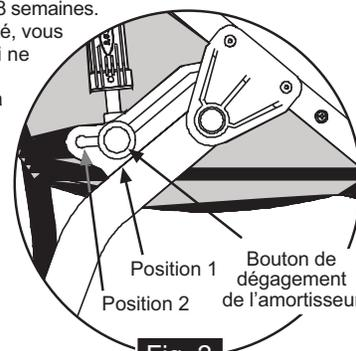
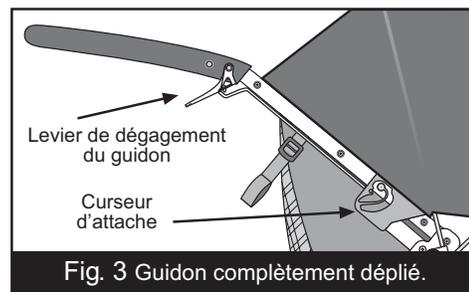
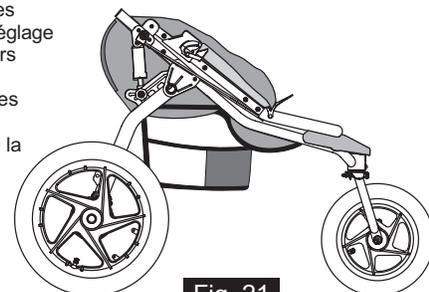
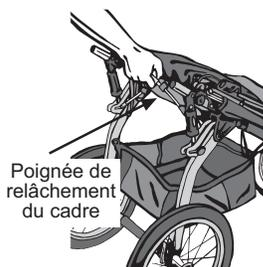

Fig. 2
Fig. 3 Guidon complètement déplié.
Fig. 21
Fig. 22
Faites tourner le bras pivotant de l'avant de la poussette jusqu'à ce que les amortisseurs se mettent en première position (Fig. 2). Chaque goupille d'arrêt produit un bruit de « dé clic » lorsque l'amortisseur se place dans cette position.
Faites tourner le guidon de la poussette jusqu'en position d'ouverture totale. Les curseurs d'attache se verrouilleront automatiquement (Fig.3).
Le système de suspension comprend deux positions d'amortisseurs de chocs. Ceci permet à des enfants de poids différents de bénéficier du même niveau de confort. Les deux positions sont illustrées en Fig. 2. La position 1 est prévue pour des occupants dont le poids ne dépasse pas 18 kg, tandis que la position 2 est prévue pour des occupants pesant entre 18 et 32 kg au total. La poussette possède un dispositif de support d'amortisseur en métal avec rails coulissants et goupille à ressort d'amortisseur. Ce dispositif se met automatiquement en position lorsqu'il est aligné avec l'une ou l'autre des positions d'amortisseurs. Le réglage de la position des amortisseurs devra être fait avant que la poussette ne soit chargée. Les amortisseurs se mettent en position 1 lors du dépliage de la poussette. Pour sélectionner une suspension plus dure, faites passer l'amortisseur de la position 1 en position 2 en appuyant sur le bouton de dégagement de l'amortisseur d'une main (Fig. 2), et en soulevant légèrement et en tirant
13. LE PLIAGE : Sortez l'enfant de la poussette. Débarrassez le filet situé en dessous de la poussette de son contenu, faites de même avec les poches arrière et latérales. Les amortisseurs doivent être en position 1 (Fig.2) avant de plier la poussette. Appuyez sur les leviers gauche et droit de dégagement du guidon (Fig. 3) et pliez le guidon vers l'avant tel qu'illustré dans la Fig. 21. Agrippez la poignée de relâchement du cadre sous le siège (Fig. 22) et tirez d'un coup sec vers le haut.